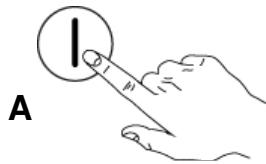

Fig.13
- Fermer la porte et appuyer sur le bouton "A". (Fig.13)